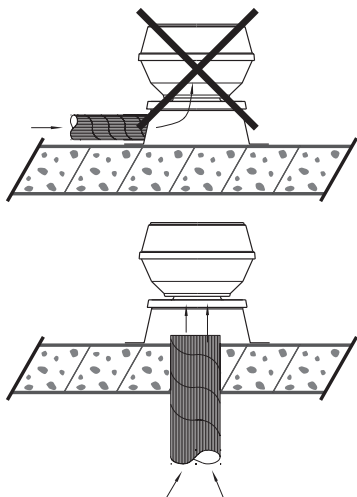

Figure 3
- Il faut faire en sorte que le débit d'air n'ait pas lieu de façon asymétrique. (Voir Figure 3).